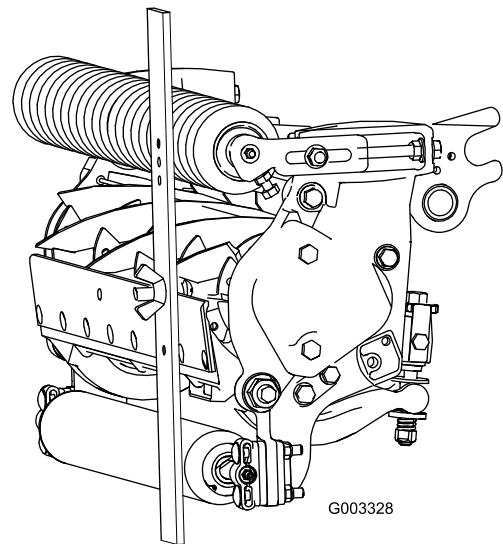

Figure 21
- 4. Accrochez la tête de la vis sur le bord tranchant de la contre-lame et appuyez l'arrière du gabarit contre le rouleau arrière (Figure 21).
- 5. Tournez la vis de réglage jusqu'à ce que le rouleau avant touche le gabarit (Figure 21). Réglez les deux extrémités du rouleau jusqu'à ce que celui-ci soit parfaitement parallèle à la contre-lame.